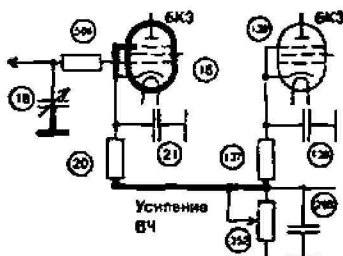

Рис. 2.12. Схема доработки первого УВЧ
2. Чтобы точнее увязать коэффициент усиления первого каскада УВЧ с общим усилением приемника (это повысит его динамический диапазон), лампу 6Ж4 нужно заменить на пентод с удлиненной характеристикой 6К3, крутизну которого можно регулировать. Схема нового УВЧ показана на, рис. 2.12. Какой-либо подстройки после этой переделки не требуется.